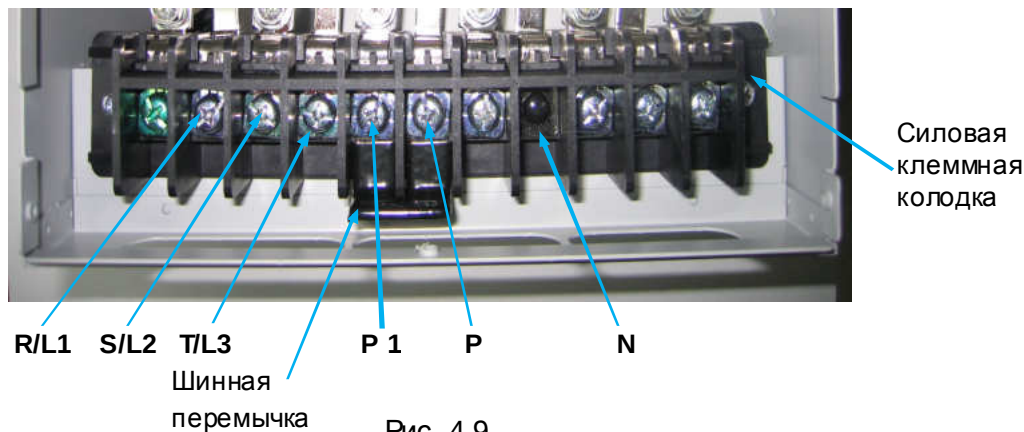

Рис. 4.9
Диагностика заключается в “прозвонке” клемм **R/L1**, **S/L2**, **T/L3**, силовой клеммной колодки с терминалами «+» и «-» звена постоянного тока. Терминал «+» связан с клеммами **P** и **P1** силовой клеммной колодки (рис.4.9). Терминал «-» связан с клеммой **N** силовой клеммной колодки (рис.4.9).
- 4.12.17.1. Проверить наличие шинной перемычки между клеммами **P** и **P1** силовой клеммной колодки (рис.4.9), убедиться в том, что клеммы затянуты.